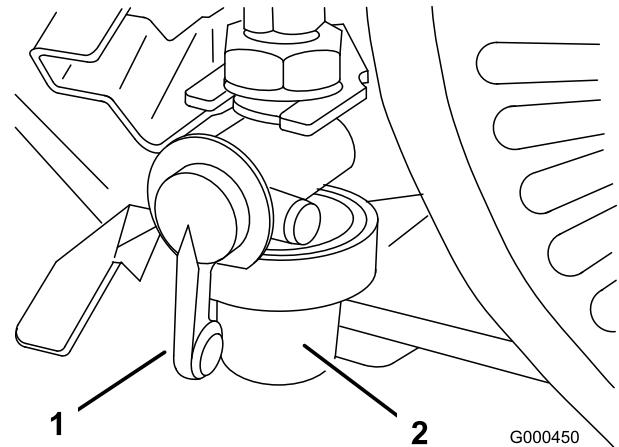

Bild 25
1. Schließen Sie den Kraftstoffhahn und schrauben Sie die Glocke vom Filter ab (Bild 25).